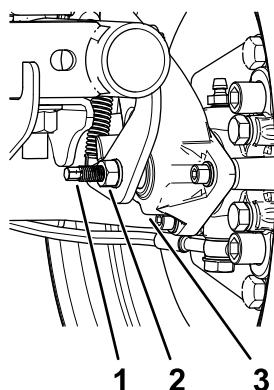

Figura 52
3. Usando 2 llaves, sujeté el espárrago de ajuste de la pinza con una llave y afloje la contratuerca ¼ de vuelta con la otra llave (Figura 52).
4. Sujetando el espárrago de ajuste y la contratuerca para que no se muevan, gire el espárrago de ajuste hacia dentro para apretarlo (Figura 52).
5. Sujetando el espárrago de ajuste y la contratuerca para que no se muevan, afloje el espárrago ¼ de vuelta (Figura 52).
6. Sujetando el espárrago de ajuste y la contratuerca para que no se muevan, apriete la contratuerca (Figura 52).